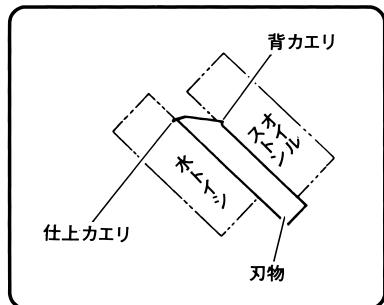

図 23
(6) 研磨するに従ってラッピングの幅(仕上トイシがかった幅)は広くなってきます。この幅は、0.3~0.8mmが適当です。
(7) 研磨が終わったら、仕上トイシと刃物を離し、仕上トイシ側のコックを閉じ、スイッチを切ります。
(8) 刀物台を手前に倒し、締付けナットをゆるめ刃物を取りはずします。
(9) 背カエリは、付属のオイルストンで、仕上カエリは水トイシで取ってください。(図23)